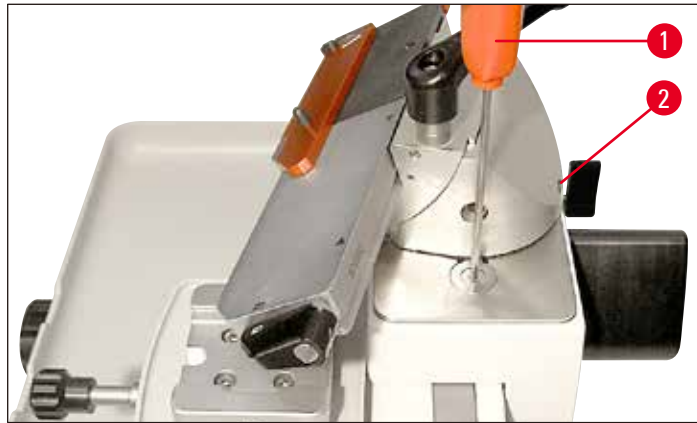

图 18
- 然后转动刀架 (→ 图 17-1) 约 90° (→ 图 18), 插入塞子 (→ 图 17-6), 闭合插口 (→ 图 17-5), 然后使用 T25 内六角扳手 (→ 图 18-1) 重新拧紧。